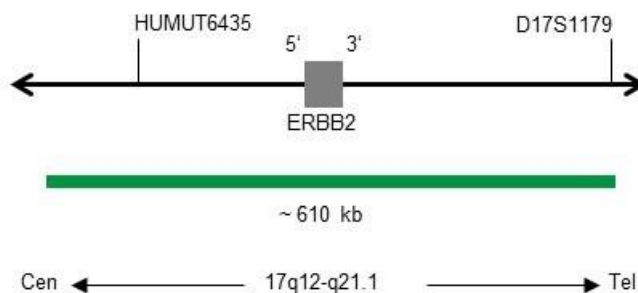

Fig. 1: SPEC ERBB2 Mapa de la sonda (no está a escala)
- Polinucleótidos marcados en verde (excitación a 503 nm/emisión a 528 nm) ZyGreen (~10 ng/ μ l), dirigidos a secuencias localizadas en 17q12-q21.1* (chr17:37,572,531-38,181,308) que albergan la región del gen ERBB2 (ver Fig. 1).